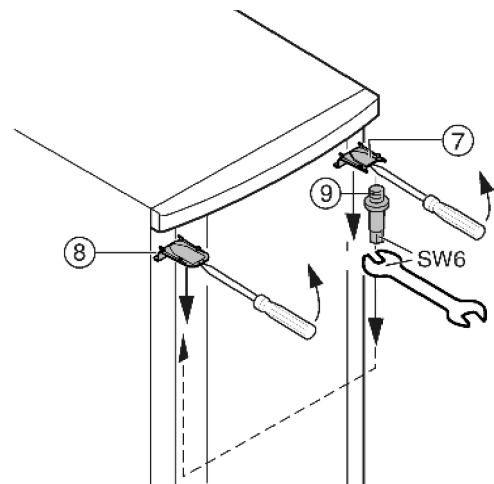

Рис. 6
- ▶ Открепите сверху отверткой крышку (рис. 6 (7)) и крышку спереди (рис. 6 (8)) и снимите крышки, потянув наружу и вниз).
- ▶ Выкрутите опорный стержень (рис. 6 (9)) и плотно вкрутите его в месте установки с противоположной стороны (**с моментом затяжки 4 Нм**).
- ▶ Повторно установите крышку (рис. 6 (7)) на стороне опорного стержня: вставьте сзади, защелкните спереди.
- ▶ Установите крышку (рис. 6 (8)) с противоположной стороны: вставьте сзади, защелкните спереди.
- ▶ Навесьте дверь сверху на опорный стержень (рис. 6 (9)).